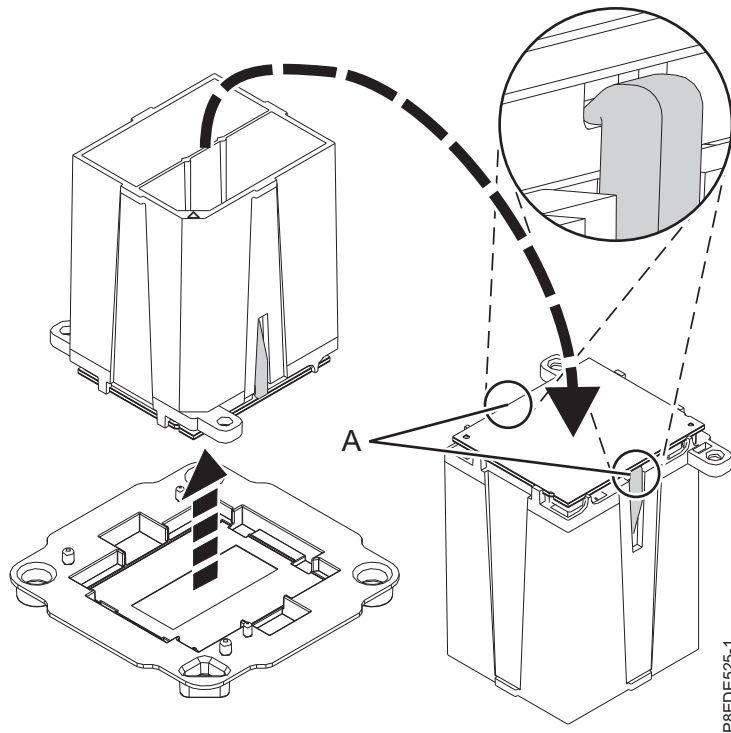

Figura 35. Preparación de la instalación del módulo del procesador del sistema
- b. Asegúrese que los dos agarres (A) sujeten firmemente el módulo del procesador del sistema, como se muestra en la Figura 35.